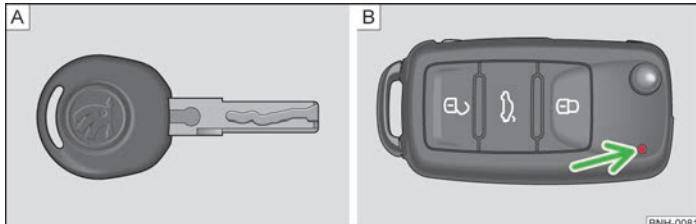
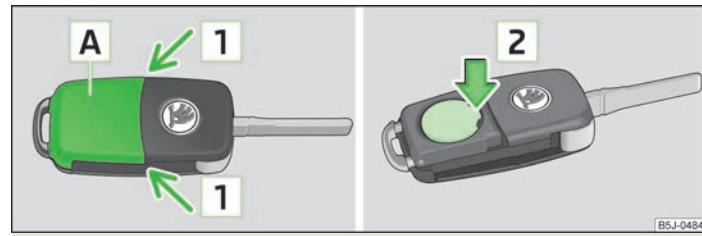

Fig. 8 Llaves sin telemando/llaves con mando a distancia
Fig. 9 Llave con radiotelemando: Quitar la tapa/extraer la pila
Con el vehículo se suministran dos llaves. Según el equipamiento, su vehículo puede estar provisto de llaves sin mando a distancia »fig. 8 - A o de llaves con mando a distancia »fig. 8 - B.
Cada llave principal de radiotelemando contiene una pila que está alojada debajo de la tapa A »fig. 9. Si la pila está descargada, después de pulsar una tecla de la llave, no parpadea el testigo de control rojo »fig. 8 de la página 25 - B. Le recomendamos que lleve a cambiar la pilas de la llave a un contratista ŠKODA. Si, de lo contrario, desea cambiar la pila descargada Vd. mismo, proceda como sigue.
- Presionar la tapa del compartimento de la pila pulsando con el pulgar o con un destornillador plano en la zona de la flecha 1 »fig. 9.